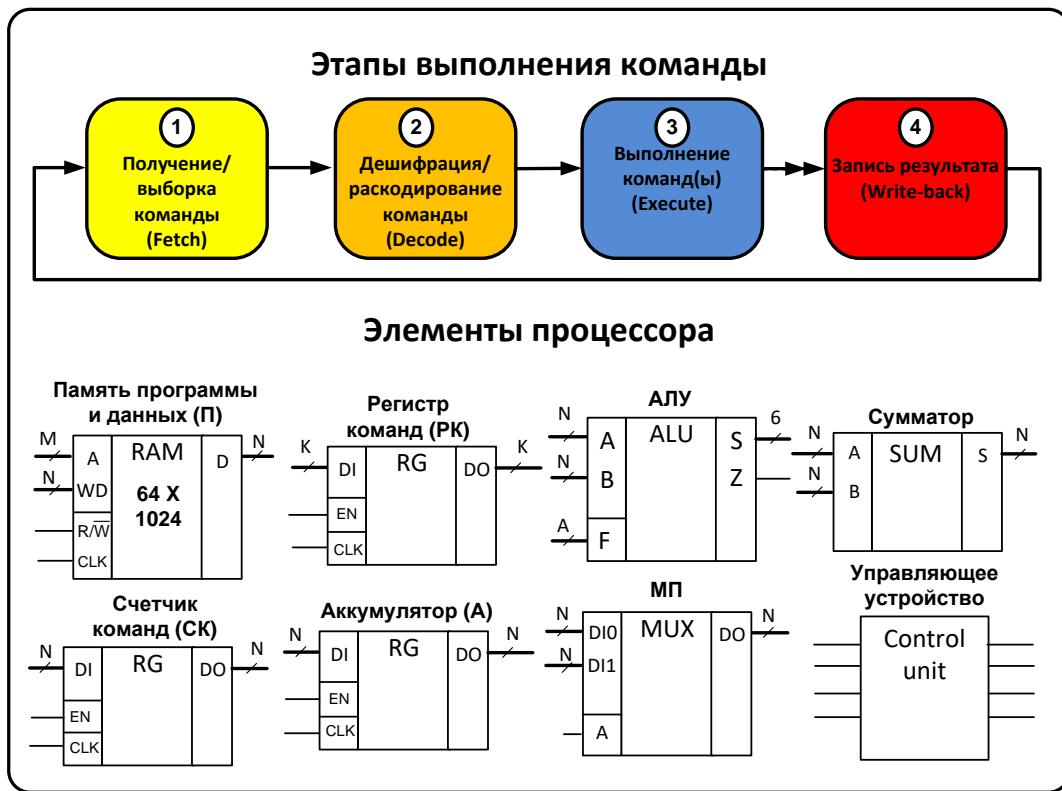

Рисунок. 1
- Используя элементы процессора (рис.1), построить схему вычислительного узла, выполняющую команду согласно варианта.